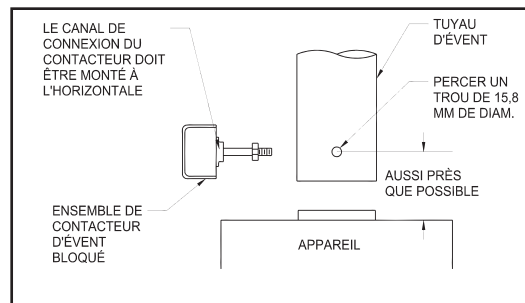

Figure 1
SI LE FABRICANT DE L'APPAREIL NE SPÉCIFIE PAS D'EMPLACEMENT, CONSULTER LES FIGURES 1 ET 2.
1. Percer un trou propre (d'environ $\frac{5}{8}$ po de diamètre) dans le tuyau d'évent, à proximité de la sortie de l'appareil. Déposer un des écrous de fixation installé sur le tube de transfert de chaleur. Serrer les écrous de fixation restant sur le tube de transfert de chaleur aussi loin que possible. (Voir la figure 1)